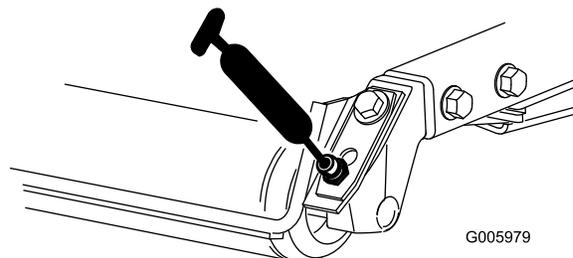

図 27
- 後ローラのベアリング各カッティングユニットに2ヶ所 図 27